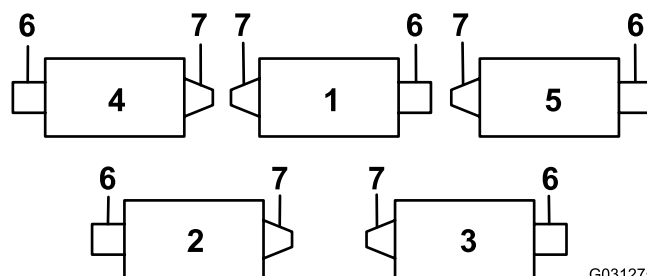
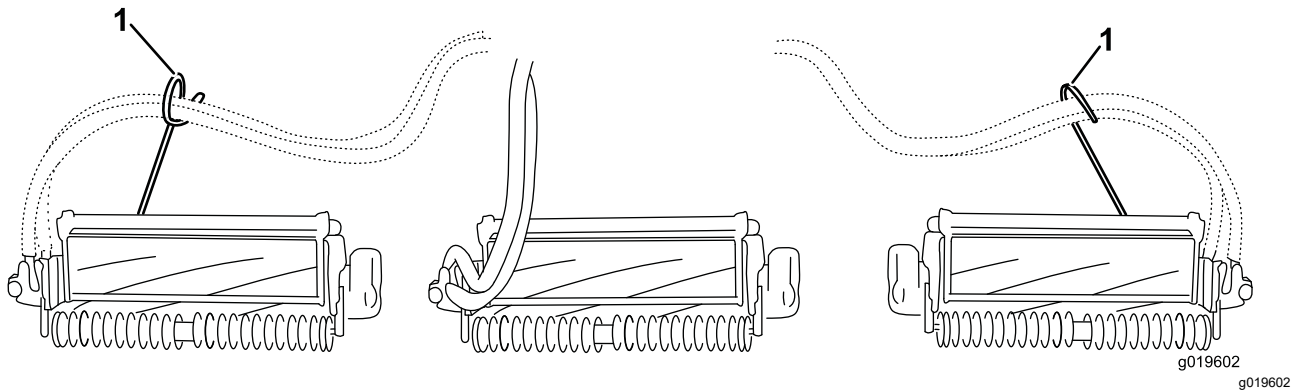
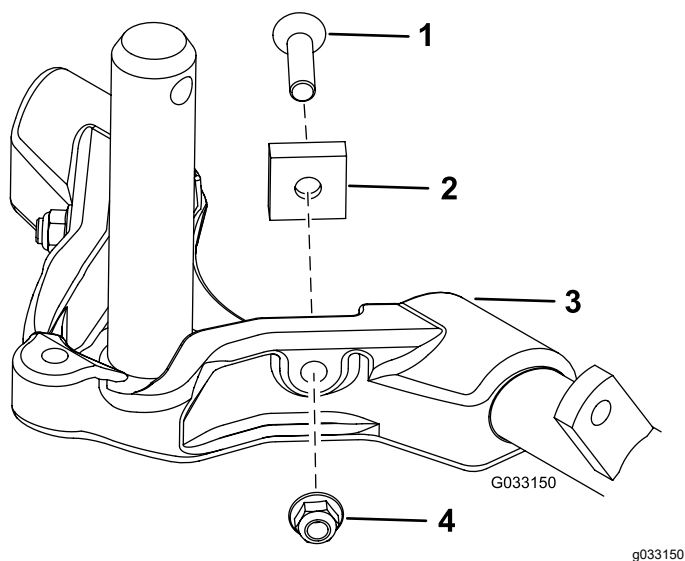

图 12
图 14
图 15
**重要事项** 在 4 号滚刀组左前和 5 号滚刀组右前上用杆支架安装螺母将软管导向架安装到滚刀组凸耳的前面。软管导向架应偏向于中心滚刀组图 12 至图 14。
7. 拆去后2号和3号滚刀组承载架上的2个枢轴垫片、六角螺丝和凸缘锁紧螺母图 15增强后滚刀组的转向力度请参阅 图 12。